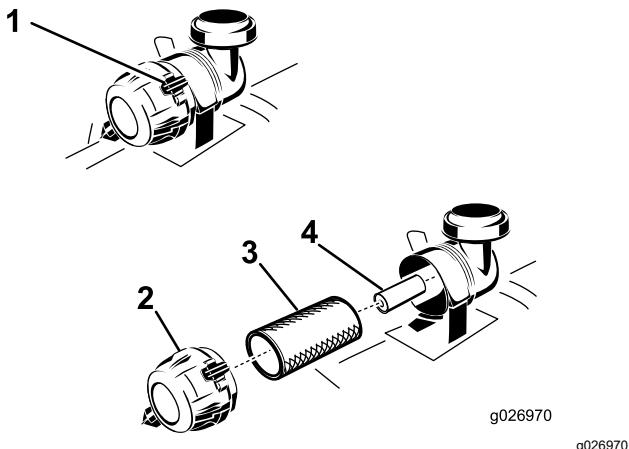

Figure 38
4. Ouvrez les attaches du filtre à air et détachez le couvercle du boîtier du filtre (Figure 38).
6. Sortez le préfiltre du boîtier du filtre avec précaution (Figure 38).
2. Si vous remplacez l'élément intérieur, insérez-le avec précaution dans le boîtier du filtre (Figure 38).
3. Placez ensuite le préfiltre sur l'élément de sécurité avec le même soin (Figure 38).
4. Montez le couvercle, reniflard en bas, et tournez-le pour que les attaches verrouillent le couvercle en place (Figure 38).